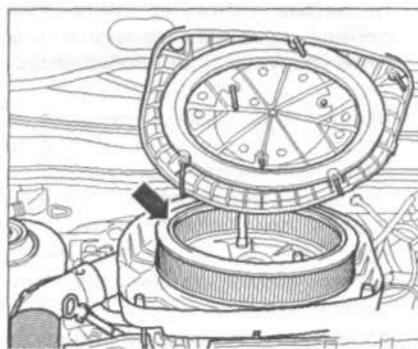

Рис. 2.3. Извлеките фильтрующий элемент.
7. Извлеките фильтрующий элемент (рис. 2.3).